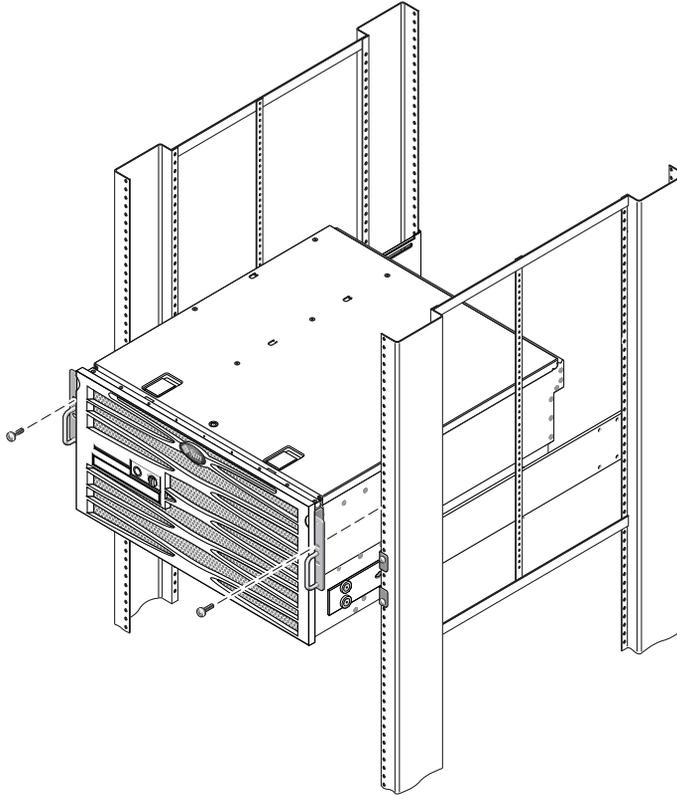

FIGURE 3-14 Fixation de l'avant du système au rack
15. À l'aide d'une vis par côté, fixez l'avant des supports de montage fixe vissés de part et d'autre du serveur à la partie avant du rack (voir FIGURE 3-14).